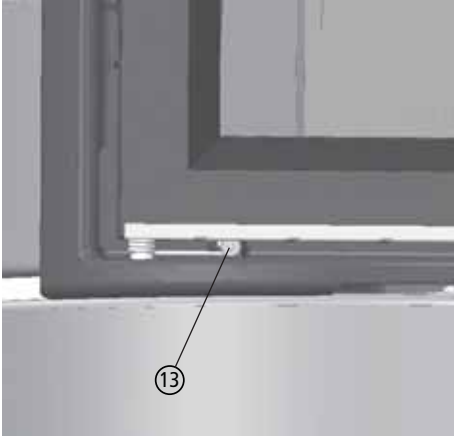

Abb. 3.12 Spannen der Türfeder
- ① Die Feuertür öffnen und auf der Scharnierseite ein Stück anheben - bei selbstschließender Feuertür vorher die Türfeder entspannen, siehe Abb. 3.12 und Abb. 3.13,
- ② Feuertür unten nach vorne aus dem Scharnier heraus schwenken - Feuertür dabei von unten festhalten,
- ③ Feuertür nach unten entnehmen.
Beim Ausbau der Feuertür wird die Türfeder entspannt. Die Feder muss nicht ausgebaut, aber beim Einbau der Feuertür wieder gespannt werden (siehe auch Abb. 3.12 auf Seite 23).